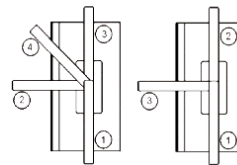

Abbildung 3
3. gekippt oder geöffnet (Schiebefunktion) Abb.3